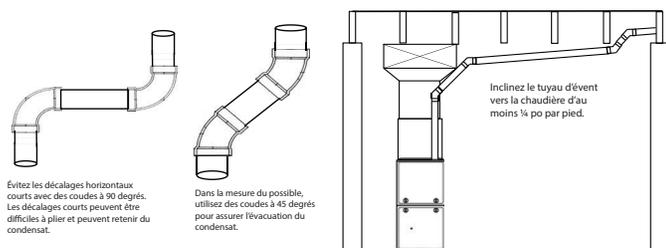

Fig. 52 – Raccordement des événements près de la chaudière A14546FR
Les décalages de la portion verticale du tuyau de ventilation devraient s'effectuer avec des coudes à 45 degrés au lieu de coudes à 90 degrés. Les sections de tuyau horizontales courtes sont difficiles à tordre de façon adéquate et peuvent retenir de l'eau dans le tuyau d'évent (consultez la Fig. 52).
3. Serrez le collier autour du coude d'évent. Serrez le collier au couple de 15 lb-po (consultez les Fig. 52 à Fig. 57).